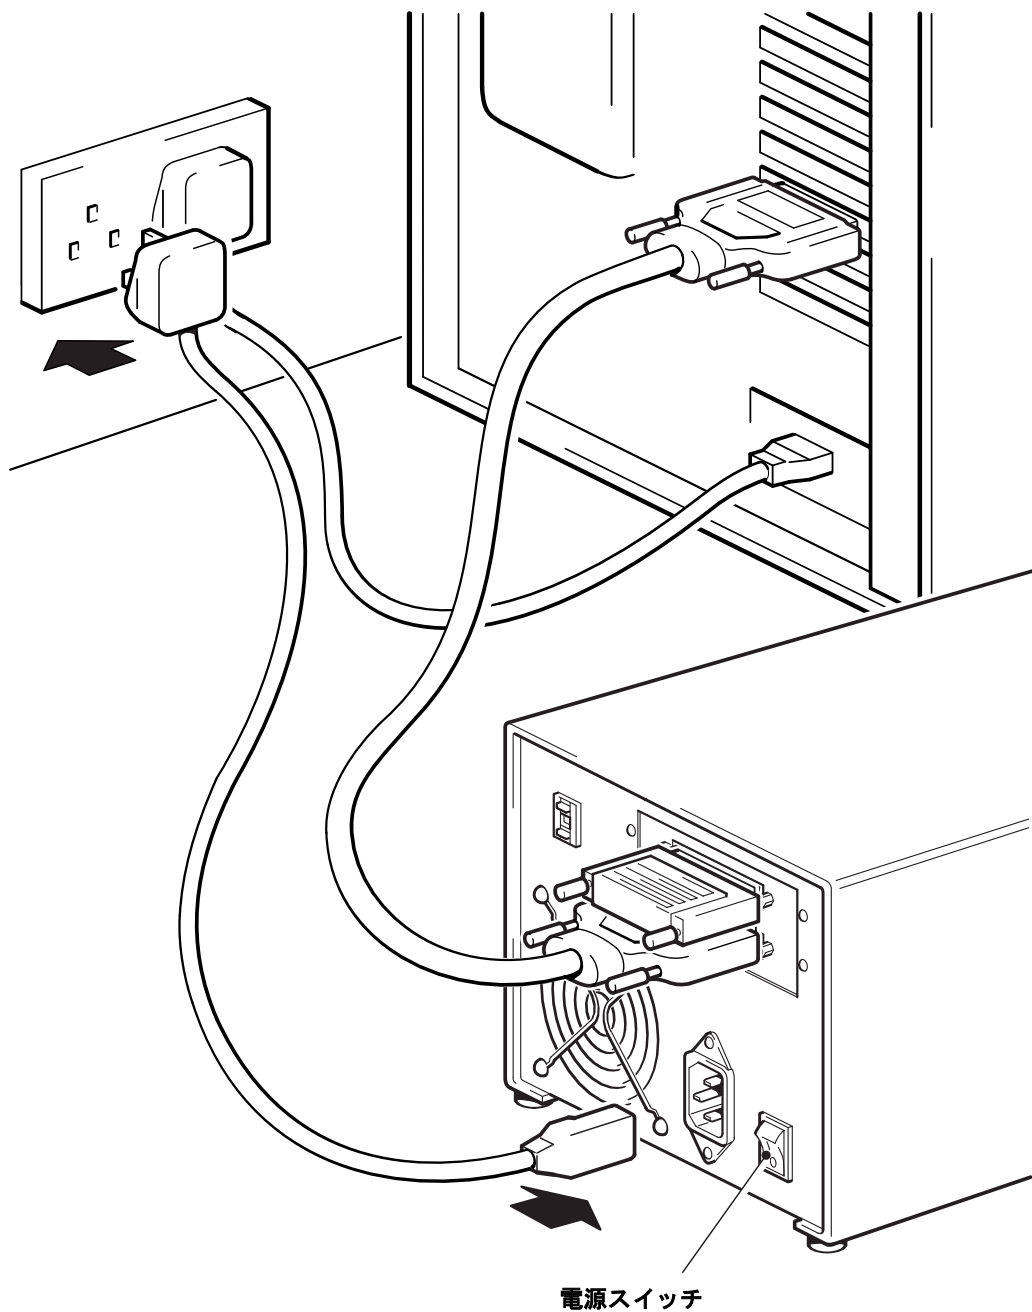

図 6: 電源ケーブルの接続
- 2 電源装置のケーブルを、テープ・ドライブのリア・パネルにあるソケットにしっかりと差込みます (図 6 を参照)。